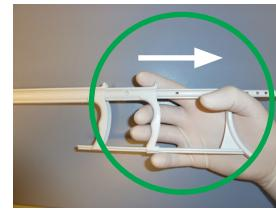

Abbildung 5
- Lassen Sie Ihren Daumen gekrümmmt und halten Sie ihn in dieser Position wie in Abbildung 5 gezeigt.